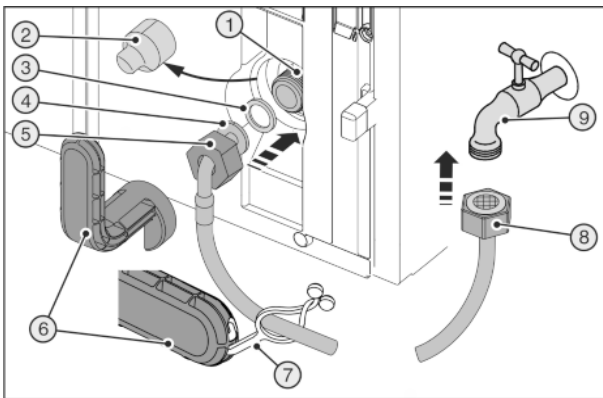
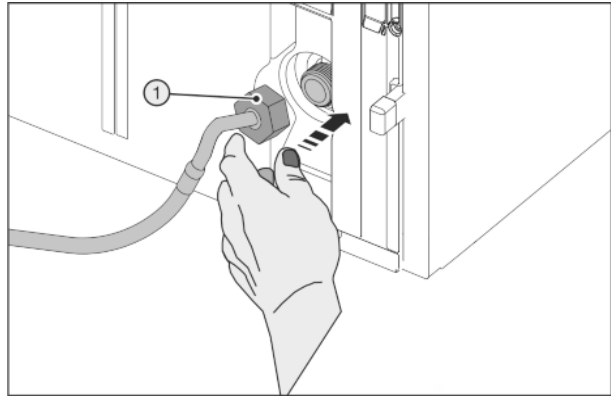

Fig. 48
Fig. 49
Outil auxiliaire Fig. 48 (6) cassé !
- Utiliser uniquement l'outil auxiliaire Fig. 48 (6) à la température ambiante.
- Retirer le cache Fig. 48 (2).
- Montage plus facile : Poser l'extrémité droite du tuyau Fig. 48 (8) à gauche sur le sol.
- Pousser à fond l'écrou Fig. 48 (5) sur l'extrémité du tuyau coudé Fig. 48 (4) et serrer.
- Humidifier le joint Fig. 48 (3) et l'enfoncer dans l'écrou Fig. 48 (5).
- ▷ Le joint Fig. 48 (3) est à plat et maintenu légèrement en place.
- Positionner soigneusement l'écrou Fig. 49 (1) et le visser droit sur le filetage avec deux doigts jusqu'à ce qu'il soit bien en place.
- Serrer l'écrou Fig. 49 (1) à l'aide de l'outil auxiliaire Fig. 48 (6) dans le sens des aiguilles d'une montre jusqu'à ce que le couple maximal soit atteint et jusqu'à ce que l'outil auxiliaire Fig. 48 (6) tourne à vide.
- Visser l'écrou Fig. 48 (8) sur le robinet d'arrêt Fig. 48 (9).
- Serrer l'écrou Fig. 48 (8) à l'aide de l'outil auxiliaire Fig. 48 (6) dans le sens des aiguilles d'une montre jusqu'à ce que le couple maximal soit atteint et jusqu'à ce que l'outil auxiliaire Fig. 48 (6) tourne à vide.
- Ouvrir le robinet d'arrêt Fig. 48 (9) de l'arrivée d'eau et vérifier que tout le système hydraulique est bien étanche.
- Accrocher la languette Fig. 48 (7) dans l'outil auxiliaire Fig. 48 (6) et la fixer au tuyau en acier inoxydable pour la conserver.